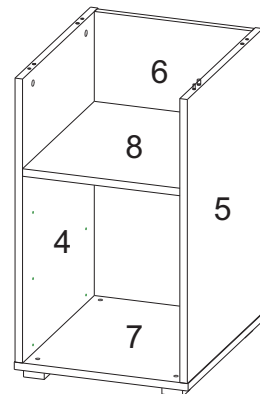

Рис.7
- Соедините деталь 7 с деталями 4, 5 при помощи конфирматов 19. (рис.7)